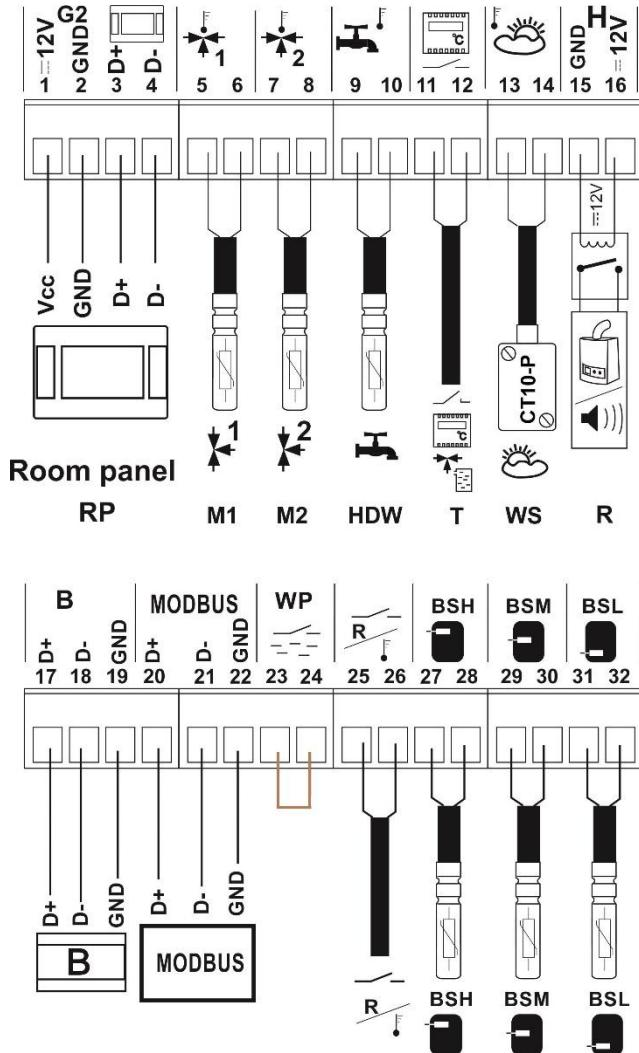

Abbildung 24: Verdrahtungsschema der Sensoren und des Raumbediengeräts
Schließen Sie den entsprechenden externen Fühler an die entsprechenden Klemmen der Schalttafel an (siehe Abbildung 24) und platzieren Sie das Messelement an der gewünschten Stelle in der Heizungsanlage. Das Fühlerkabel darf nicht mit heißen Oberflächen des Kessels oder der Heizungsanlage in Berührung kommen und muss gegen Herausziehen gesichert sein.
Der Sensor wird über ein Kabel mit einem Mindestquerschnitt von 0,5 mm2 und einer maximalen Länge von 25 m angeschlossen. Die Polarität der Drähte ist nicht wichtig. Schließen Sie das freie Ende des Kabels an die Klemmen 13-14 (siehe Abbildung 24) an der linken Wand des Steuergehäuses an.
- den MIX-Temperatursensor an der linken Wand des Steuerschrankes anschließen (siehe Abbildung 24)
Schließen Sie den Thermostat an die Klemmen 11-12 (Abbildung 24) an der linken Wand des Reglerschranks an. Nach der Installation muss der Raumthermostat im Menü für die Steuerung der gemischten Heizkreise aktiviert werden: